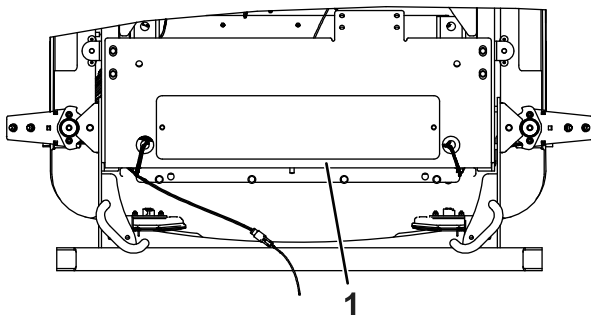

Figure 8
1. Déposez le couvercle sous le pare-chocs arrière (Figure 8).